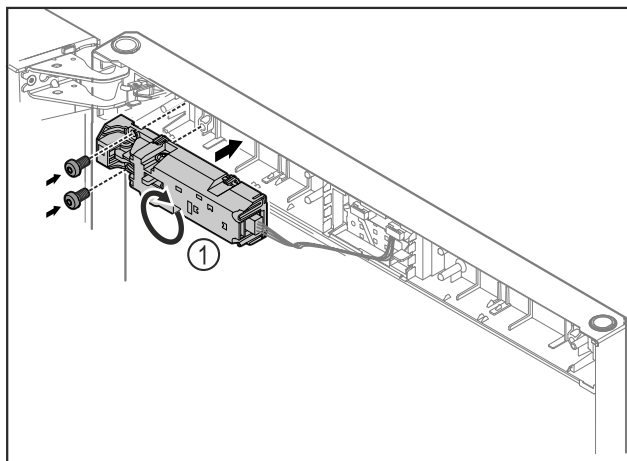

Fig. 13
- ▶ Forgassa el a zárat Fig. 13 (1) 180°-kal, és rögzítse azt az ellenkező oldalon.